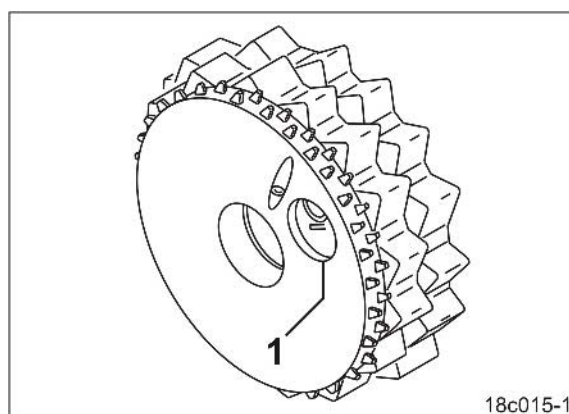

Fig. 118
5. Drej halehjulet så langt til højre, at boringerne (Fig. 118/1) i finsåhjulene bliver synlige.